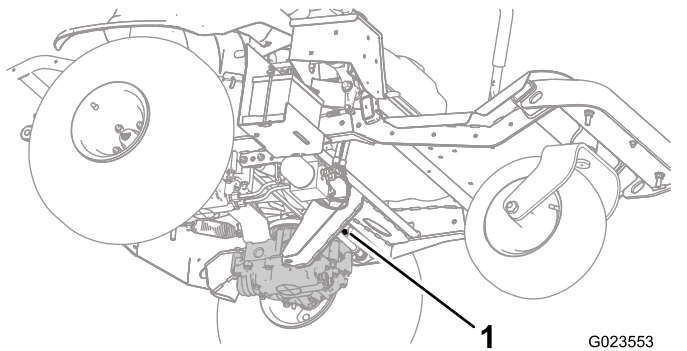
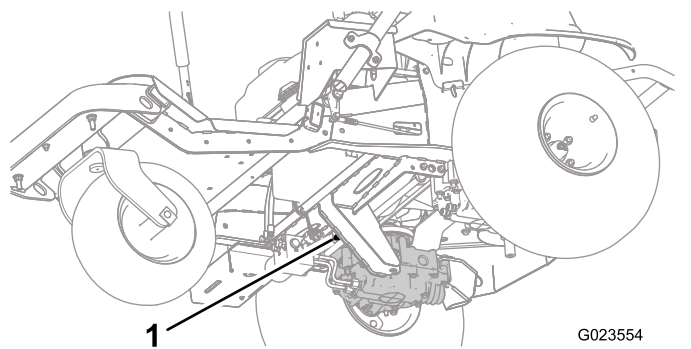
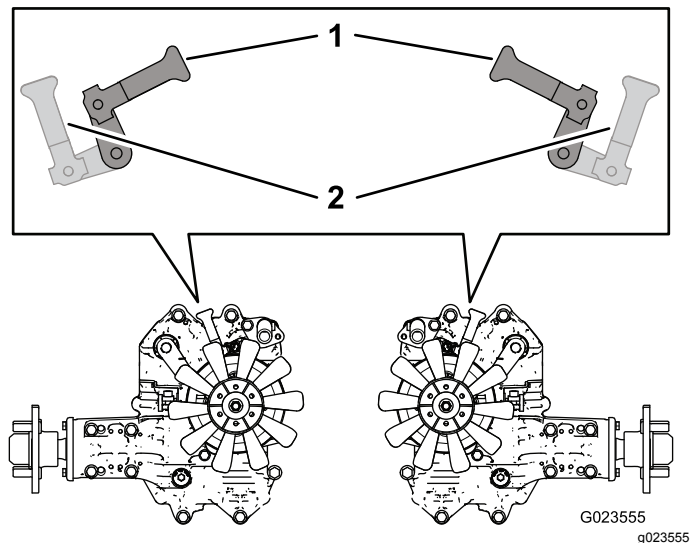

Figura 27
Figura 28
Figura 29
2. Da sotto la macchina, ruotate le leve delle valvole di bypass (Figura 27 e Figura 28) in modo che siano rivolte all'interno, verso il centro della macchina (Figura 29) e disinserite il freno di stazionamento; fate riferimento a Uso del freno di stazionamento (pagina 23).
3. Quando avete terminato di spingere o trainare la macchina, ruotate le leve delle valvole di bypass in modo che siano rivolte verso la parte anteriore della macchina, per poterla nuovamente guidare (Figura 29).